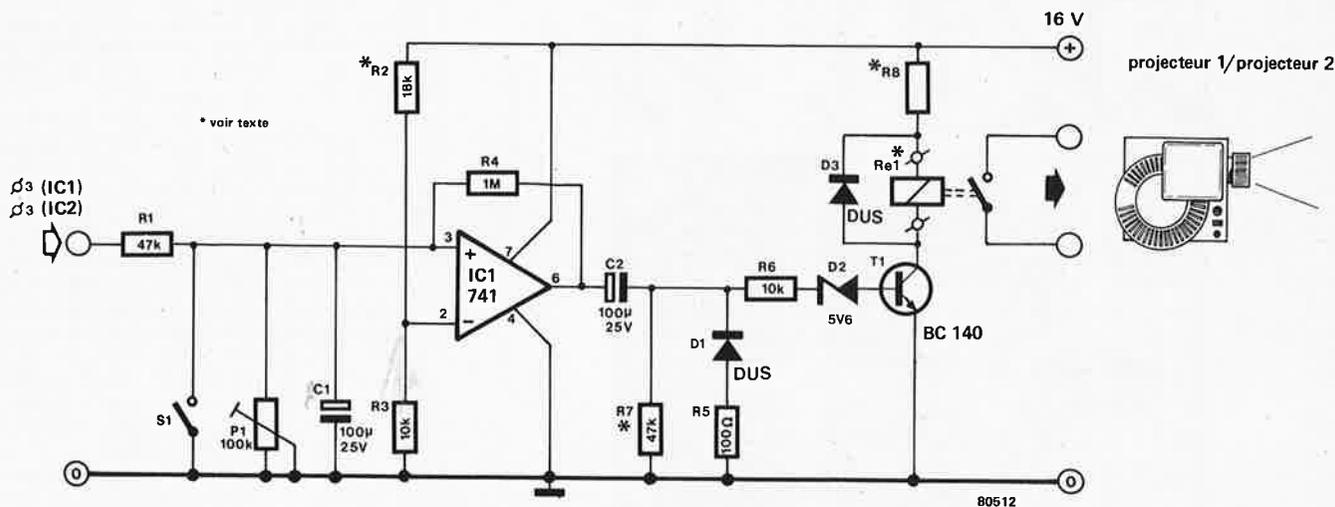
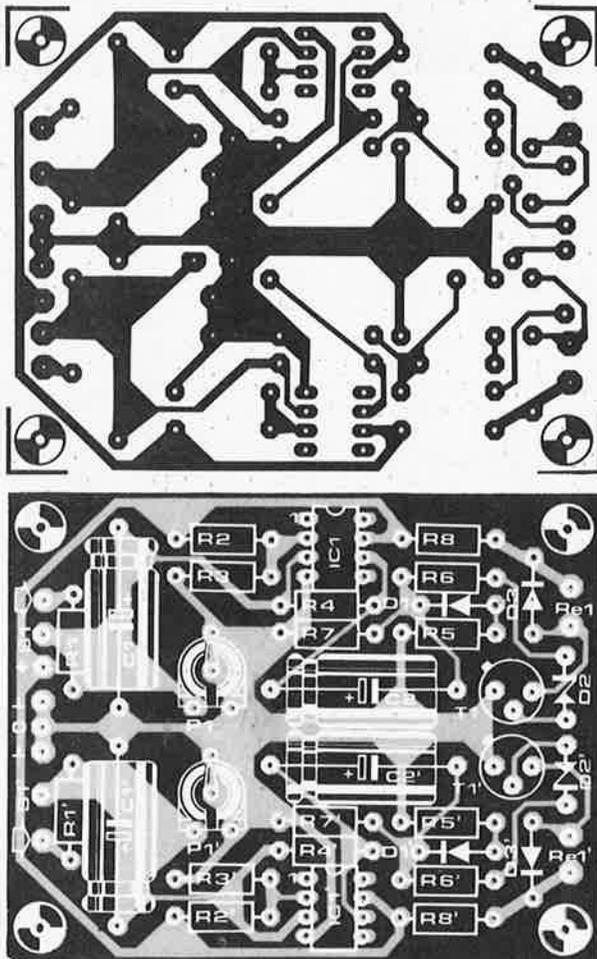

Figure 3. Voici le nouveau module. Cette extension permet d'obtenir un fendu-enchaîné semi-automatique.
Figure 4. Le circuit imprimé du module de changement de diapositive contient deux fois le schéma de la figure 1.
En figure 3 vous trouverez le circuit de commande de changement de diapositive; celui-ci détecte l'instant où la lampe d'un des projecteurs est éteinte par l'analyse de la valeur de la tension présente à la broche 3 du 555 correspondant. Lorsque celle-ci est élevée, la lampe est éteinte. Après intégration par R1 et C1 cette variation de tension déclenche IC1 (741) monté en trigger de Schmitt qui détecte ainsi les périodes d'obscurité. P1 permet de régler le seuil de détection de sorte que la sortie d'IC1
Le circuit imprimé du module de commande est représenté en figure 4. Celui-ci comporte en fait deux fois le circuit de la figure 3, et a les mêmes dimensions que le circuit imprimé du fondu-enchaîné, ce qui devrait faciliter une mise en boîte élégante de l'ensemble. Pour tout ce qui concerne le raccordement du fondu-enchaîné semi-automatique décrit ici, aux projecteurs, on trouvera les indications nécessaires dans le numéro d'Avril de cette année. ■
Liste des composants de la Figure 4